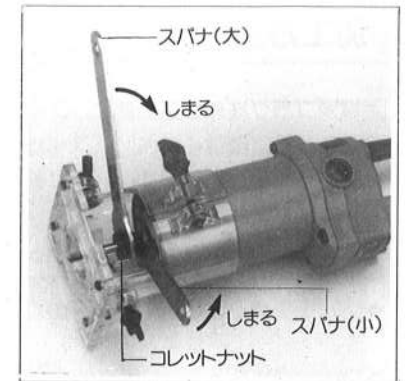

図3
- ビットの取りはずし、取り付けのときは、付属のスパナ(小)をシャフト(切り込み部)に差し込み固定してスパナ(大)をコレットナットに差し込んで回してください。(図3参照)